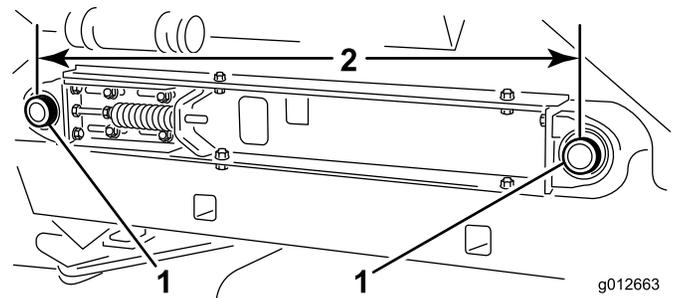

Figura 26
7. Meça a distância entre os pontos centrais dos veios dos rolos das correias em cada lado da máquina para se certificar que as medidas são iguais (Figura 26).